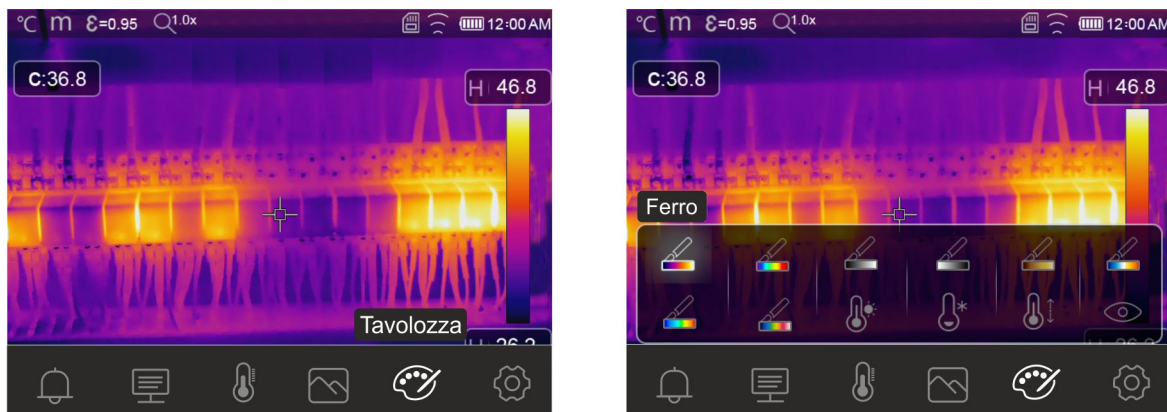

Fig. 36: Selezione tavolozze colori e funzioni isoterme
- Toccare l'icona "🎨" per entrare nel menu "Menu Tavolozza". La videata di Fig. 36 – parte destra è mostrata a display